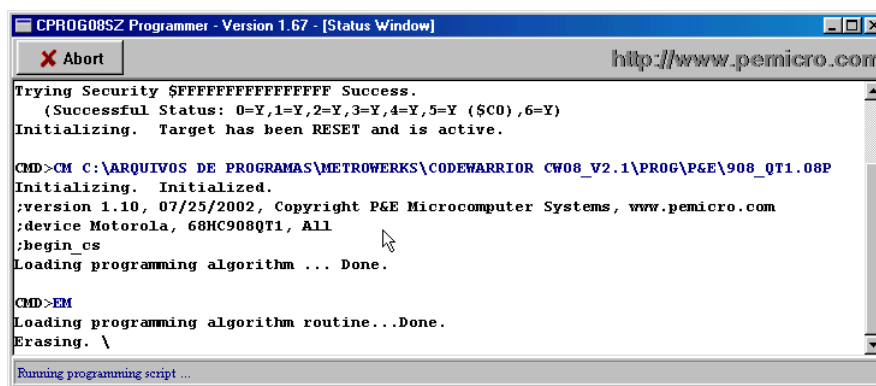

Figura 42 – Apagando e programando a memória FLASH
- I. O processo de apagamento e programação da memória FLASH é iniciado. O usuário pode verificar a seqüência de comandos transferidos entre o computador e o hardware alvo, conforme apresentado na Figura 42.